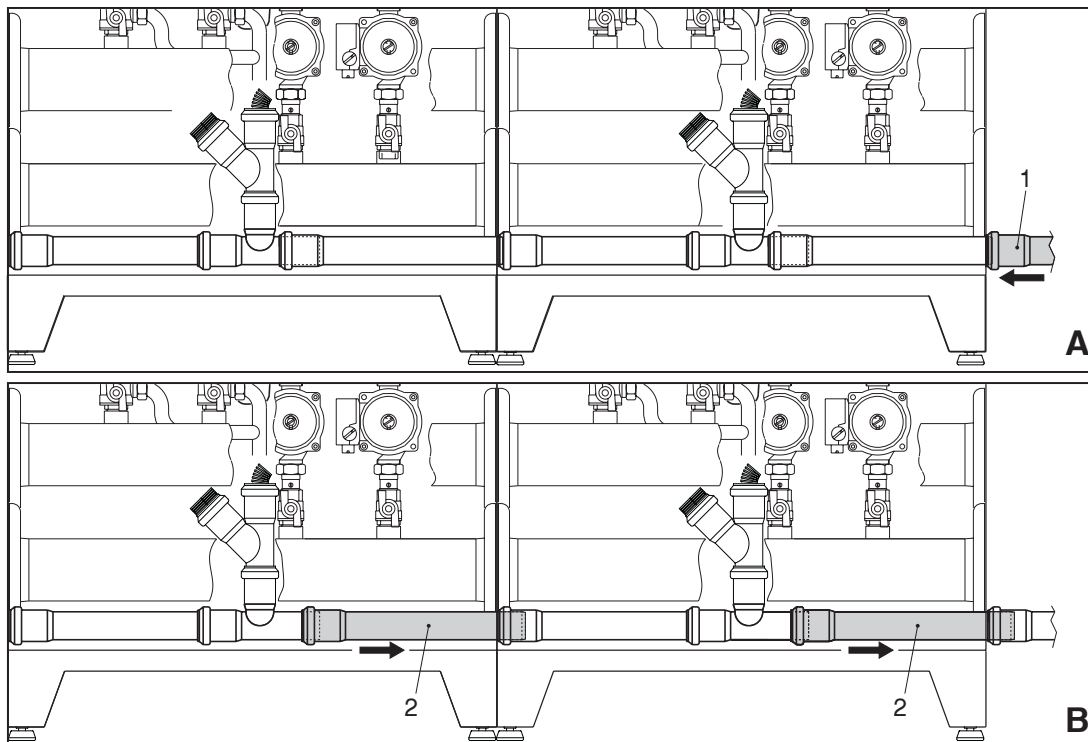

fig. 8
- Avant de serrer les écrous, vérifier le positionnement correct de tous les joints et emboîter les tuyaux d'évacuation des condensats des deux modules (voir fig. 8).